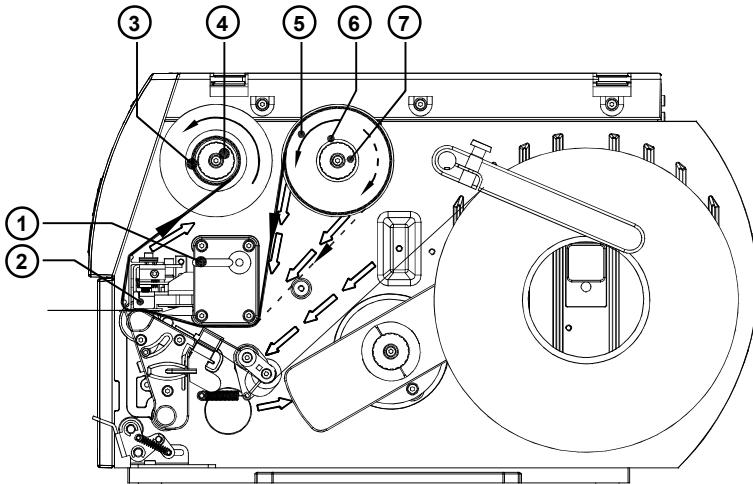

Рис. 5
1. Поверните рычаг (1) по ходу часовой стрелки до упора и тем самым поднимите блок печатающей головки (2).
2. Задвиньте рулон плёнки (5) до упора на размоточное устройство (6).
3. Удерживая рулон плёнки, поворачивайте гайку (7) против хода часовой стрелки до тех пор, пока почувствуете ощутимое сопротивление. Таким образом рулон плёнки (5) закрепляется на размоточном устройстве (6).
4. Задвиньте бобину рулона плёнки подходящей ширины на намоточное устройство (3) и зажмите бобину за счет завинчивания гайки (4) против хода часовой стрелки.
5. Заложите трансферную плёнку, как показано на рис. 5, и приклейте её конец клейкой лентой (например, этикеткой) к бобине рулона. На рис. 5 сплошная линия показывает рулон плёнки эмульсионной стороной вовнутрь, пунктирная линия показывает рулон плёнки эмульсионной стороной наружу.
6. Вращением намоточного устройства (3) по ходу часовой стрелки разгладьте и натяните движение плёнки.
7. Поверните рычаг (1) против хода часовой стрелки до упора. Таким образом печатающая головка (2) зафиксируется.